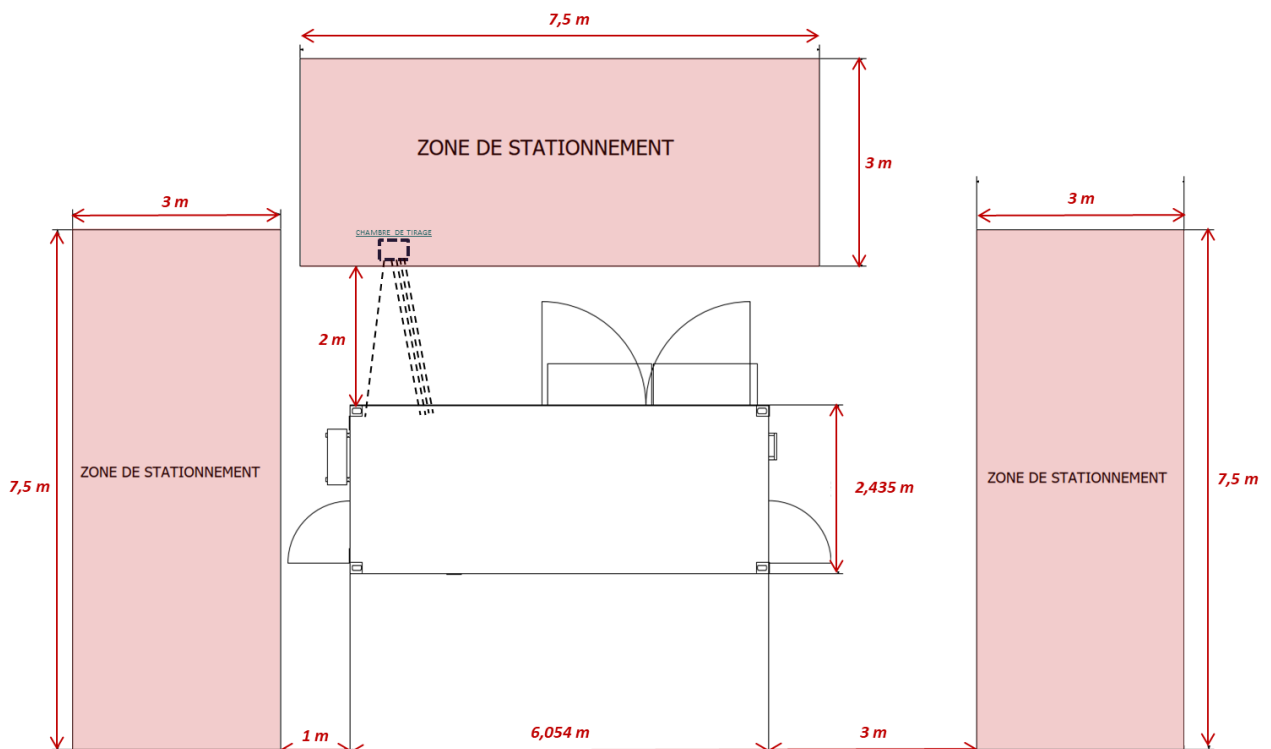

Figure 5. Zones de stationnement autour de l'Installation d'Injection
- La taille des zones de stationnement doit permettre au véhicule de stationner et aux personnes d'intervenir sur l'Installation d'Injection et de circuler autour du véhicule (Figure 5).